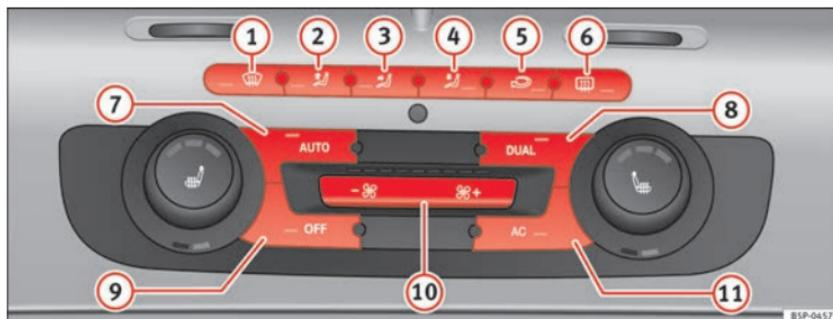

Fig. 130 Sulla plancia portastrumenti: i comandi del Climatronic 2C
- Girare le rotelline di regolazione della temperatura ⇒ fig. 130 per regolare rispettivamente la temperatura della zona sinistra o della zona destra dell'abitacolo.
- Premere il tasto **AUTO** ⇒ pag. 170, fig. 130. Nel display della radio viene visualizzato “AUTO High” (velocità del ventilatore alta).
- Premere il tasto **AUTO** ⇒ pag. 170, fig. 130. Nel display della radio viene visualizzato “AUTO Low” (velocità del ventilatore bassa).